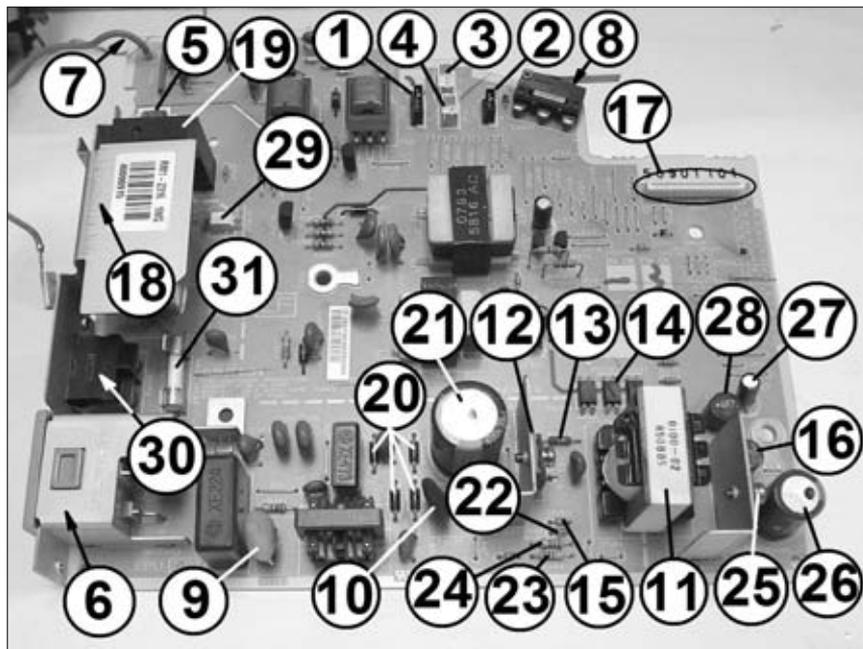
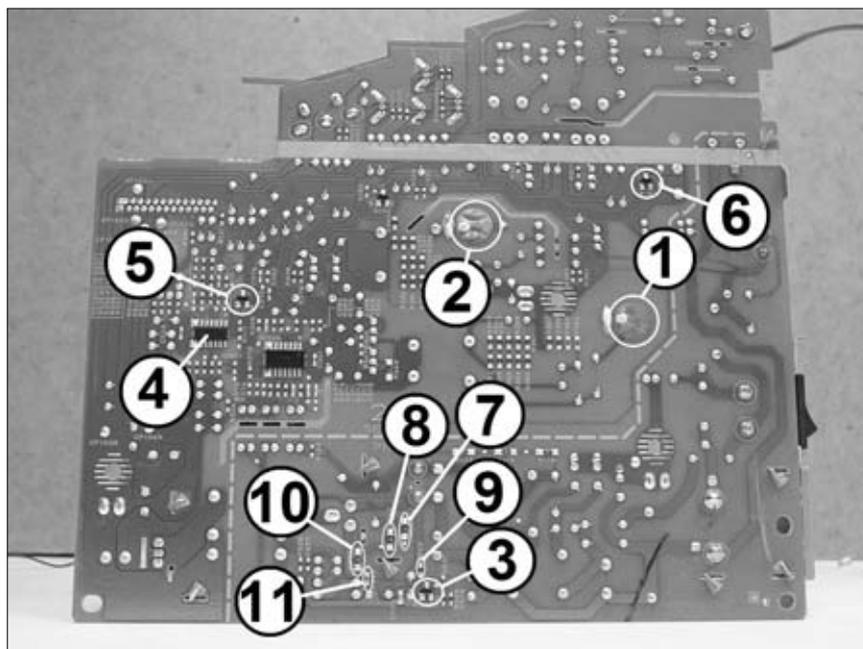

Рис. 1
Рис. 2
3. В пункте «Testing» главного меню Phoenix выбирают пункт «Self tests», после чего в выведенном на дисплей диалоговом окне отмечают флажками нужные тесты (рис. 2).
1. Плата источников питания Power supply PCB (рис. 1), она расположена на принтере с левой стороны. На плате реализованы: источник напряжения 24 В, схема управления узлом термозакрепления
– J201 (17 на рис. 1), подключается плата управления механизмом печати;
– J202 (1), подключаются датчики подачи бумаги и наличия картриджа;
– J203 (2), подключается датчик выхода бумаги;
Внешний вид полной версии ЭМ ARCADIA (заказной код C00271221) и его электрические соединения показаны на рис. 1. Электрическая схема внешних соединений ЭМ показана на рис. 2.
2. Если сравнить рис. 1, 2 и 3, то можно заметить, что на рис. 1 соединитель J005 имеет 6 контактов, а на остальных рисунках — 9 контактов. Эта неточность допущена самим производителем. Связано это с тем, что непосредственно к схеме подключены 6 контактов соединителя (контакты 3, 5 и 8 не используются), поэтому на рис. 1 приведена новая нумерация (1-6) соединителя, в которой не обозначены неиспользуемые контакты, а на рис. 2, 3 показана нумерация (1-9) с учетом этих контактов. Пере-